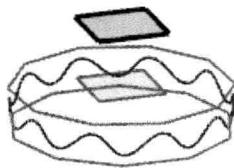

图 1.2.4 基准平面 1
Step5. 创建图 1.2.4 所示的基准平面 1。选择下拉菜单 **插入(S)** → **基准/点(D)** → **基准平面(P)...** 命令；在 **类型** 区域的下拉列表中选择 **按某一距离** 选项，在绘图区选取 XY 基准平面，输入偏移值 50。